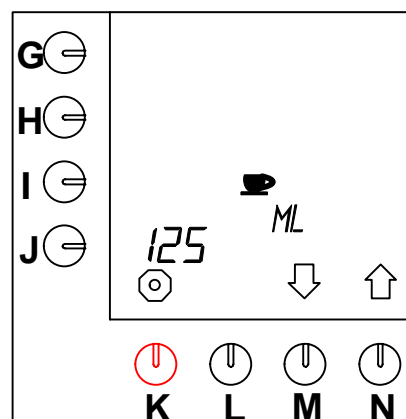

Abb. 24 Inhalt einer Tasse
- Drücken Sie auf die Wahl Taste (N.) \uparrow , bis Abb.24 im Display erscheint.